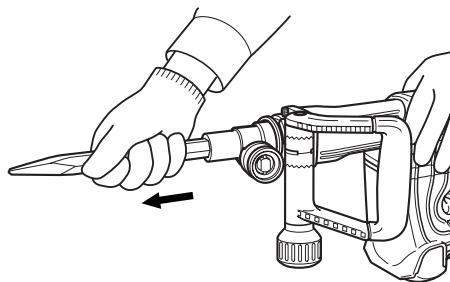

Fig. 3
- (3) Ramener le porte-outil sur sa position d'origine, puis tirer sur l'outil pour vérifier qu'il est bloqué à fond. (Fig. 3)